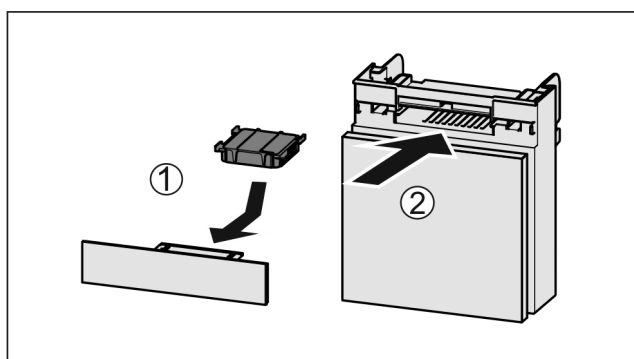

Fig. 55
- ▶ Insérer le filtre à charbon actif d'après le schéma Fig. 55 (1).
- ▶ Insérer le compartiment Fig. 55 (2).